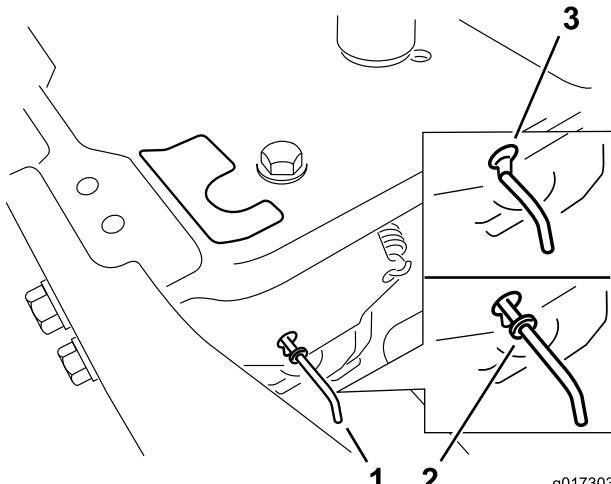

Figura 25
- Spostate in avanti le leve di bypass attraverso il foro della chiavetta, quindi verso il basso per bloccarle in posizione (Figura 25).
Spostate indietro le leve di bypass attraverso il foro della chiavetta, quindi verso il basso per bloccarle in posizione, come illustrato in Figura 25.